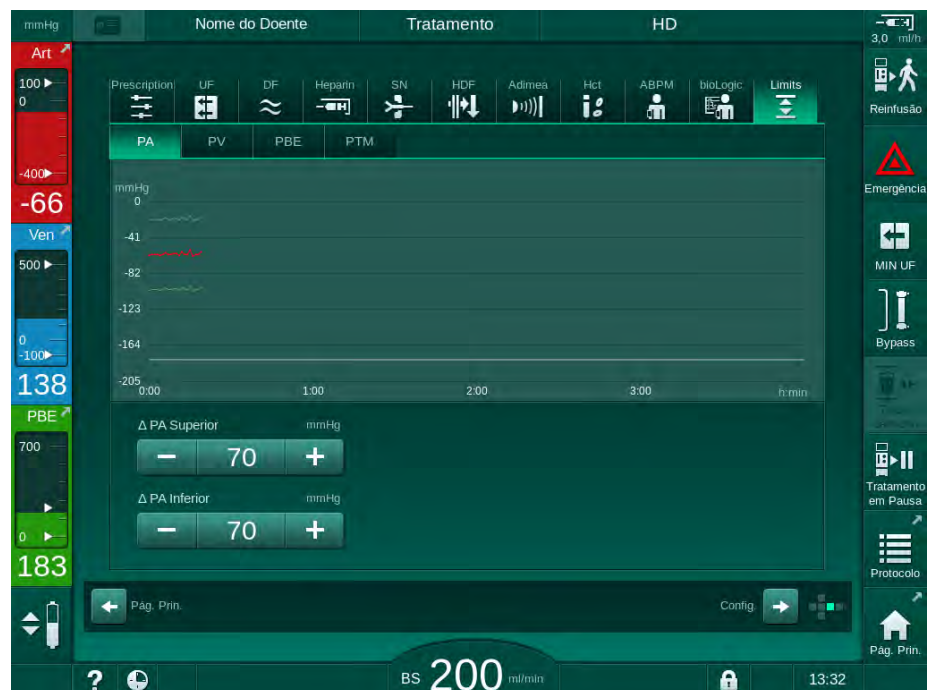
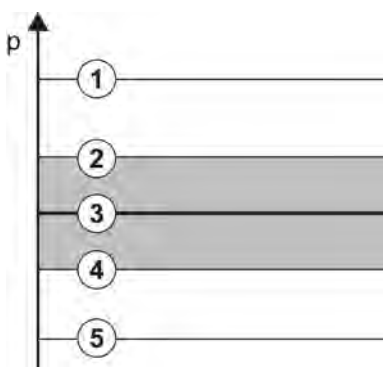

Fig. 5-21 Exemplo para limites de pressão no ecrã *Entrada*
Fig. 5-22 Limites de pressões
As pressões são monitorizadas utilizando janelas de limites (área cinza em Fig. 5-22) as quais são definidas através das respectivas distâncias entre o valor atual ③ e os limites inferiores ④ e superiores ② (valores delta Mín./Máx.). O total das duas distâncias fornece a amplitude da janela de limite, isto é, no exemplo, em Fig. 5-21: 70 + 70 = 140 (mmHg).